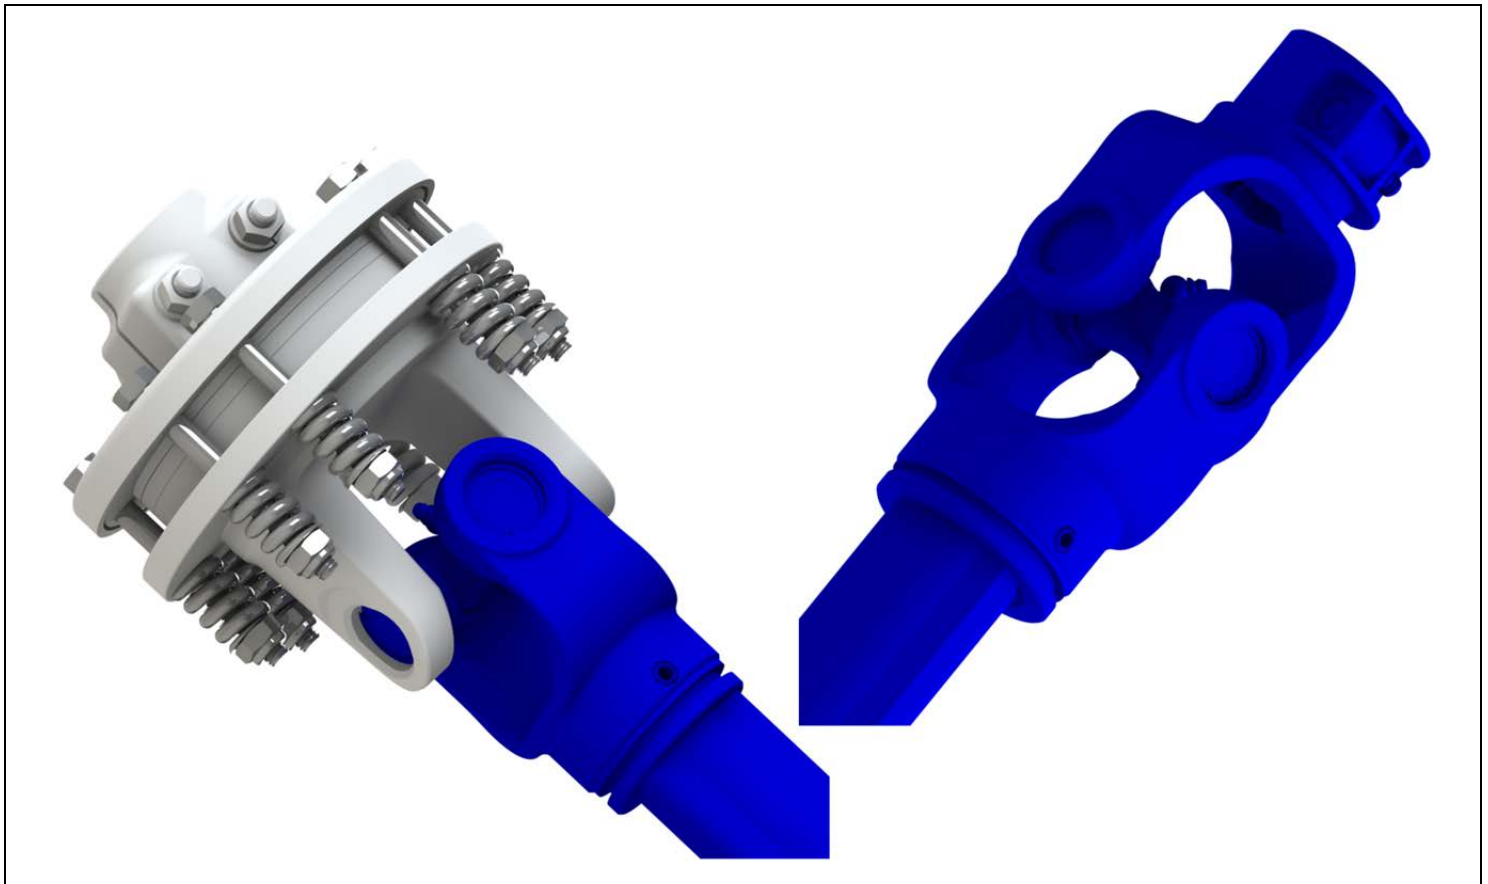

Figure 18. Étape de Démontage 6
- Écarter les pattes adjacentes à la fente du roulement pour retirer les roulements des extrémités de l'axe de transmission. Veuillez vous reporter à *la Figure 18*, ci-dessous, pour voir un axe de transmission démonté.